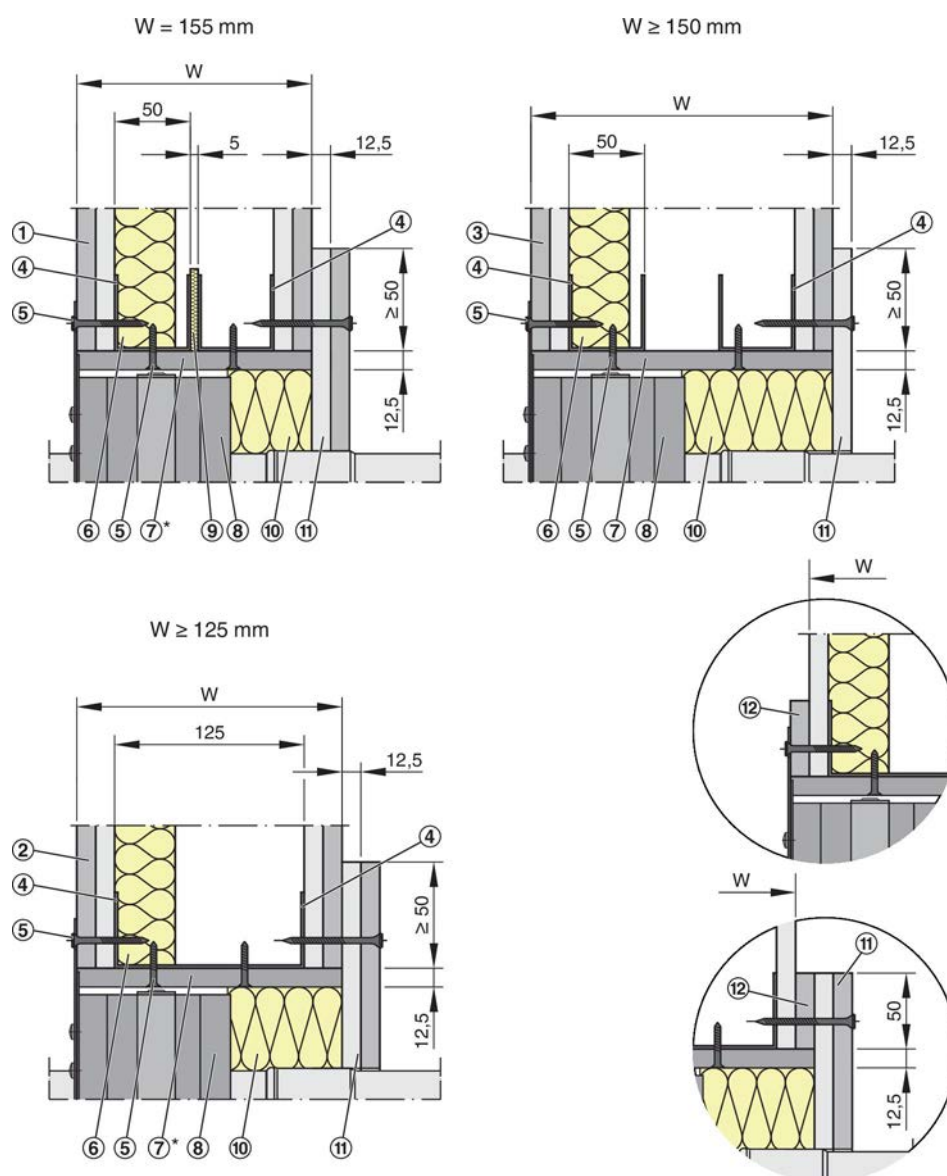

Fig. 31: Montage à sec sans mortier dans des cloisons légères, $W \geq 125$ mm
Pour en savoir plus sur les installations dans des cloisons d'épaisseur différente, Voir la Fig. 31
- ▶ Si l'épaisseur du mur est ≥ 125 mm, remplir le trou arrière avec de la laine minérale ou du mortier de gypse et sceller le tout avec des bandes de renfort du même matériau que le mur Voir la Fig. 31.